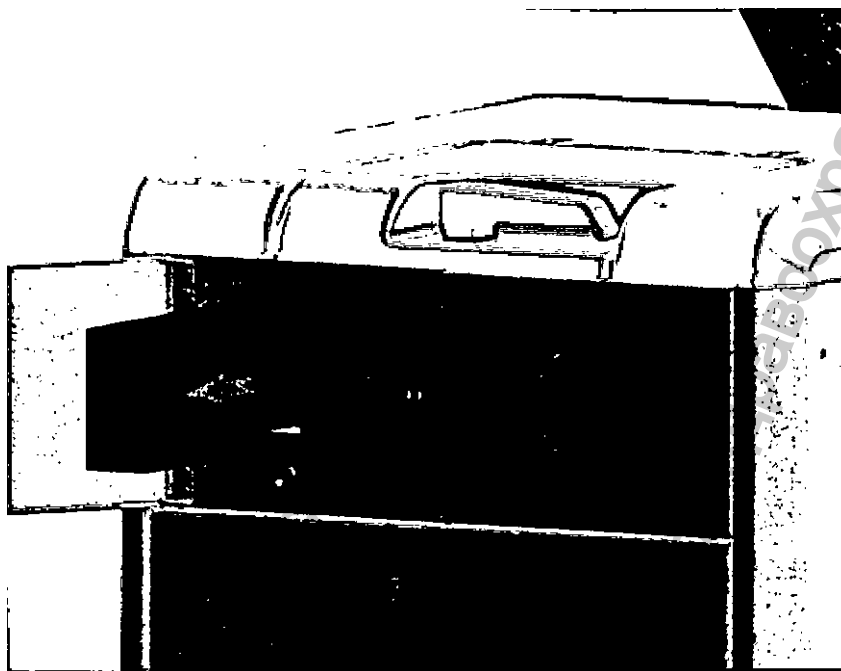

Рисунок 4.2. Извлечение картриджа угольного фильтра
2. Извлеките картридж фильтра из отсека (рисунок 4.2).